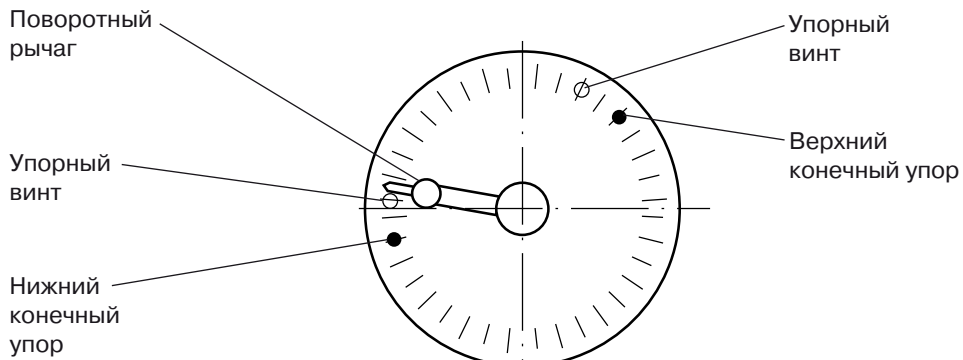
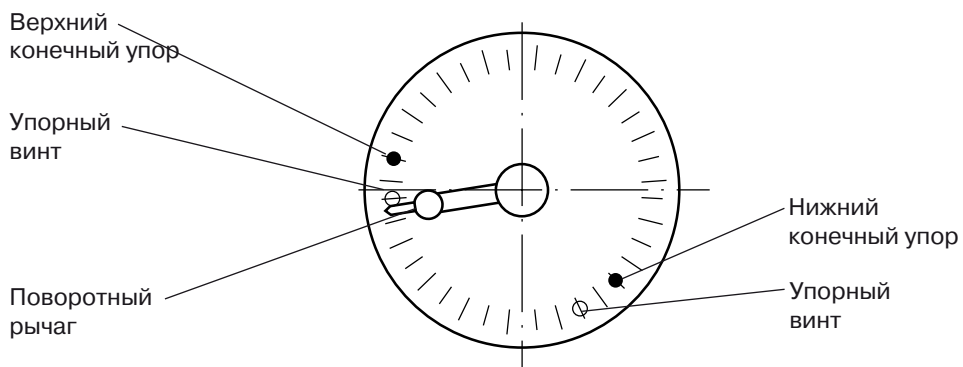

Рис. 11.
Рис. 12.
3. Управляйте механизмом моторного привода с помощью рукоятки и убедитесь, что механические конечные упоры работают. Управляйте также с помощью двигателя и убедитесь, что электрические конечные выключатели работают как в нижнем положении (Рис. 11), так и в верхнем положении (Рис. 12).